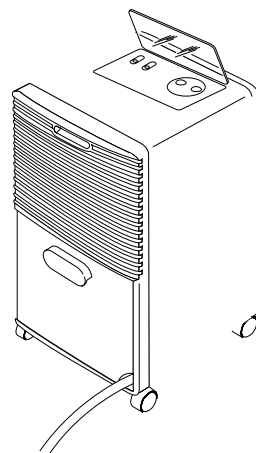

Fig. 3
- 5) Reinsertar el depósito.(Fig.3)